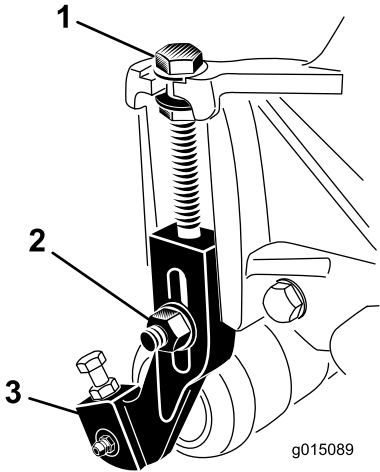

图17
1. 松开将剪草高度支架固定到滚刀组侧板上的锁紧螺母 图17。